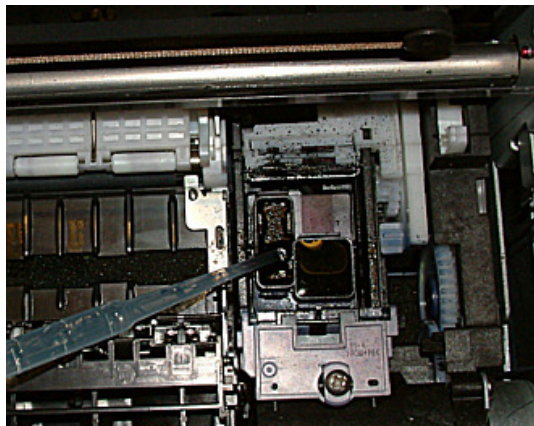

Abb. 1 - Reinigungseinheit
4. Füllen Sie den Reiniger in die beiden Gummiumrandeten Rechtecke. (Abb. 1 weiter unten)